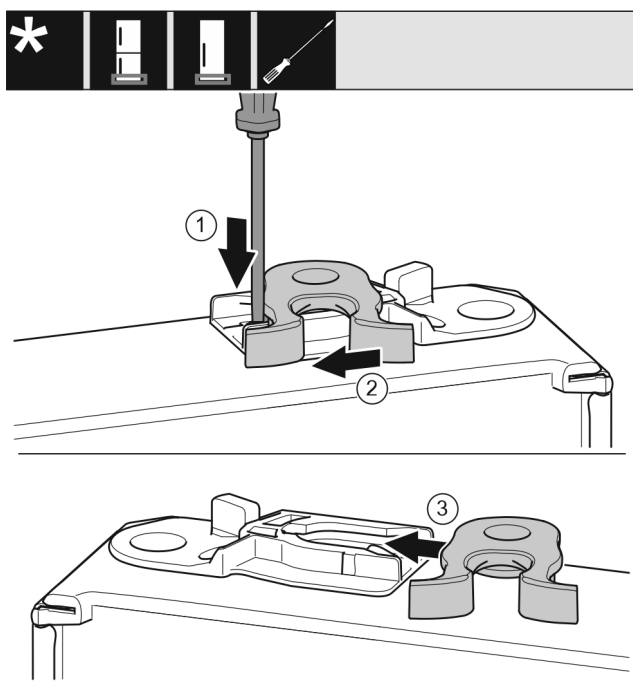

Fig. 17
- Tryck ner skenan Fig. 17 (1) med spårskruvmejsel.
- Dra stängningskroken Fig. 17 (2) ur styrningen.
- Skjut in stängningskroken Fig. 17 (3) på styrningens andra sida.